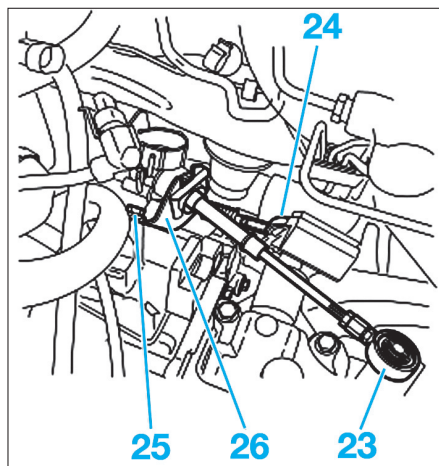

Fig. 28
- Déboîter la rotule (23) du flexible de sélection des vitesses (Fig.28).